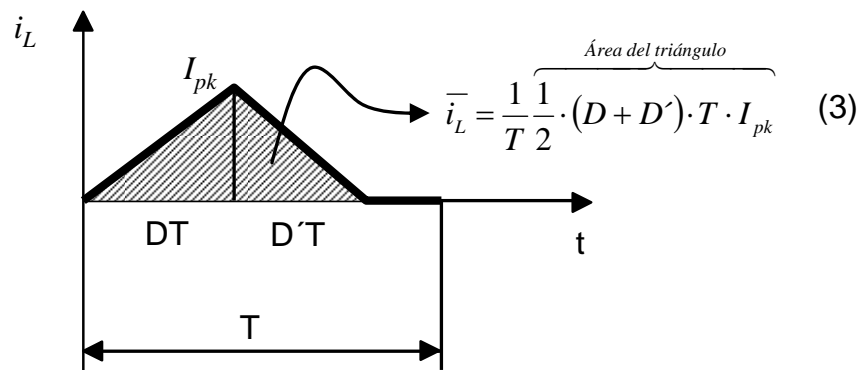

Figura C2.2
La forma de la corriente en la bobina, teniendo en cuenta que el convertidor está operando en MCD, se anula en cada ciclo de conmutación, y por lo tanto el valor de la corriente media ( $\overline{i_L}$ ) se puede obtener mediante la expresión (3) tal como se deduce en la figura C2.2.